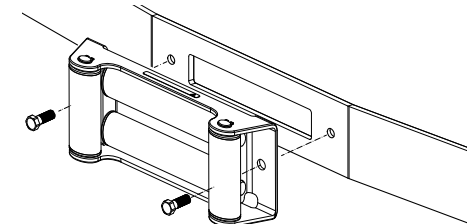

Abbildung 6
8. Befestigen Sie die Seilführung an der Montagehalterung. Abbildung 6.